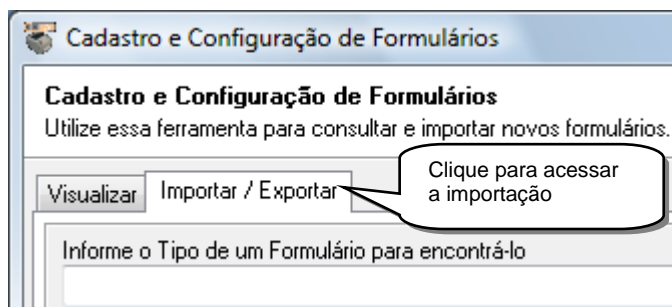

Figura 11.1.1
- Abrir a guia “Importar / Exportar” no cadastro de formulários (figura 11.1.1);